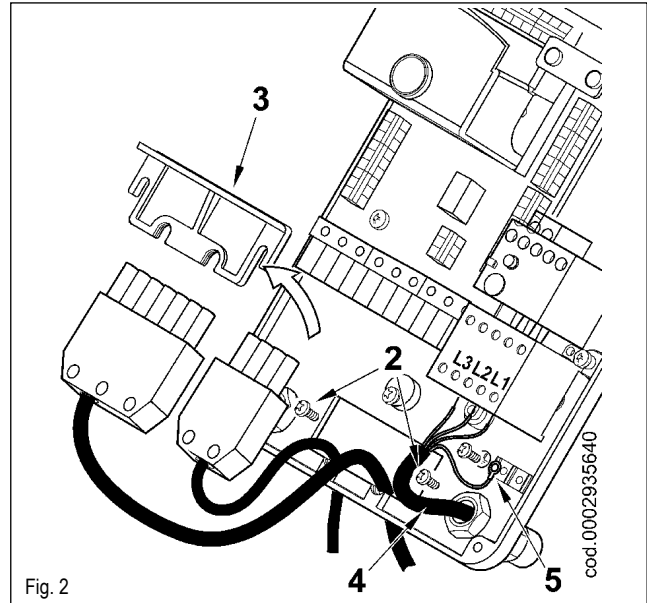

Fig. 2
- Enlever le couvercle en dévissant les 4 vis (1) indiquées sur la figure, sans enlever la porte transparente. Il est alors possible d'accéder au tableau électrique du brûleur.
- Desserrer les vis (2) et, après avoir enlevé la plaquette de serrage des câbles (3), faire passer à travers l'orifice les deux fiches à 7 et à 4 pôles (voir figure 2). Relier les câbles d'alimentation (4) au télérupteur, fixer le câble de terre (5) et serrer le serre-câble correspondant.